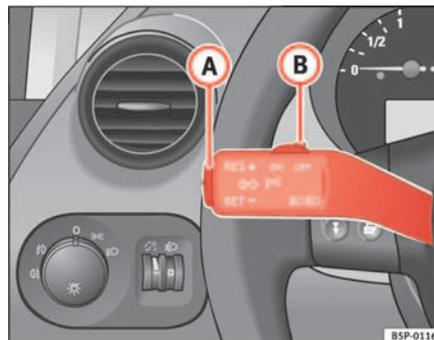

Abb. 139 Blinker- und Fernlichthebel: Schalter und Wippe für die GRA
- Schieben Sie den Schalter ⇒ Abb. 139 (B) nach links auf **ON**.